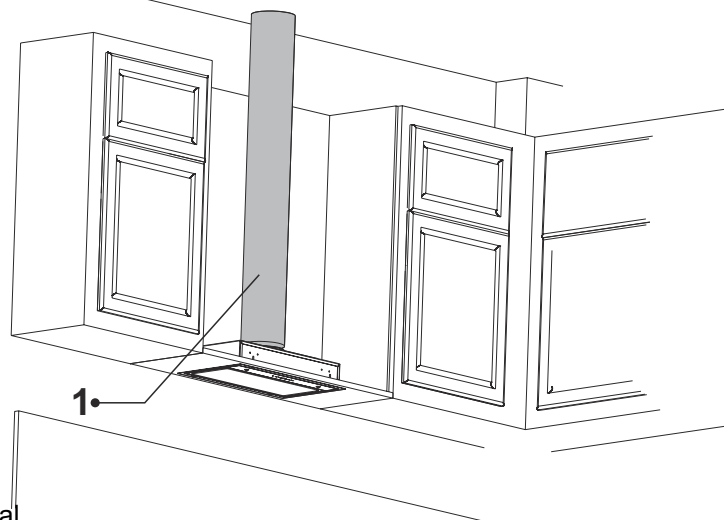

Fig. 30
11. Anslut nu utsugskanalen mellan fläkten och motorkabinettet (Fig. 30).